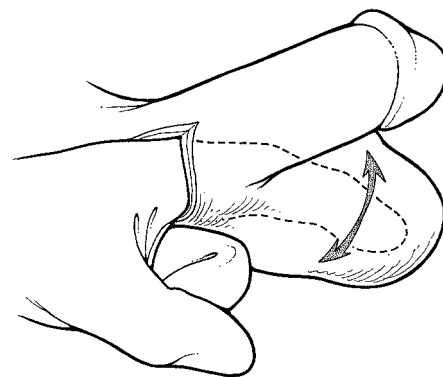

Figura 4-14a. Infrapubico: dissezione smussa
1. Effettuare una dissezione smussa per formare una tasca nella porzione più pendente dello scroto (**Figura 4-14a e 4-14b**).